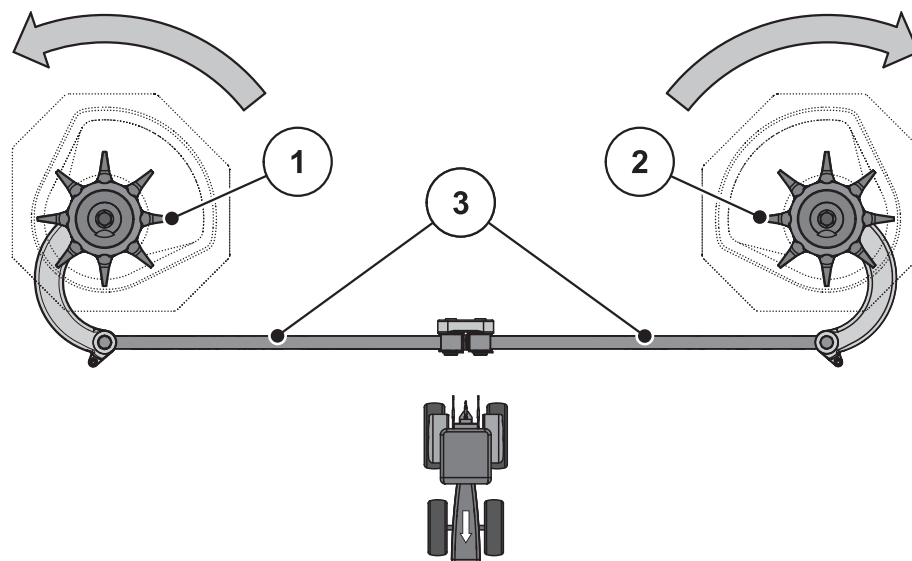

Bild 10.9: Kontrollera omrörardriften.
2. Vrid omröraren manuellt i **spridartallrikens vridriktning**. Se Bild 10.9.
3. Skruva fast omrörarhuvudet manuellt eller med hjälp av ett kraftigt oljefilterband mot **spridartallrikens vridriktning**. Se Bild 10.9.